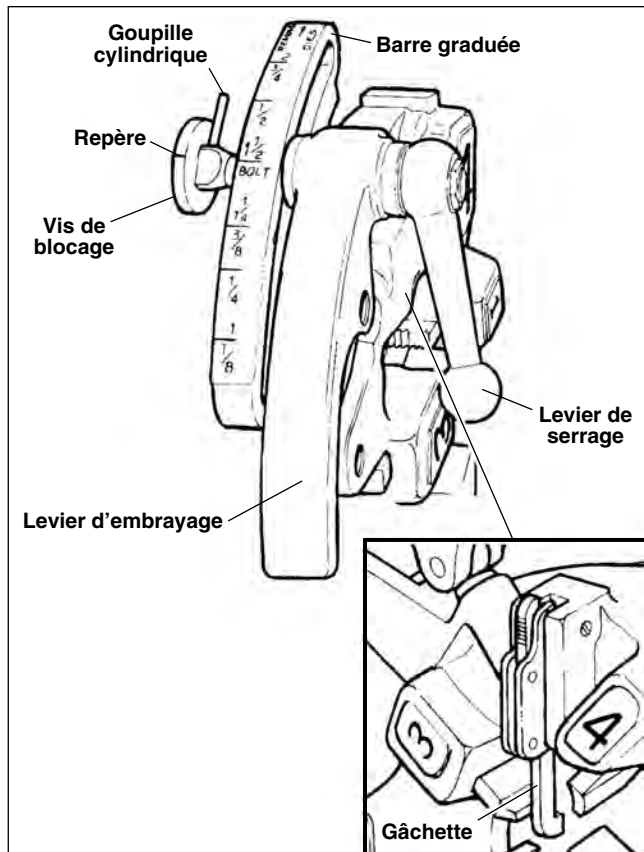

Figure 13 – Tête de filière à ouverture automatique N° 815A
Tête de filière à ouverture automatique N° 815A (*Figure 13*) – Poussez le levier d'embrayage vers le bas jusqu'à ce que la gâchette de libération se rabette.
- Tête de filière à ouverture automatique N° 815A (Figure 13) – Le levier d'embrayage s'ouvre automatiquement dès que la gâchette de la tête de filière entre en contact avec l'extrémité du tuyau.